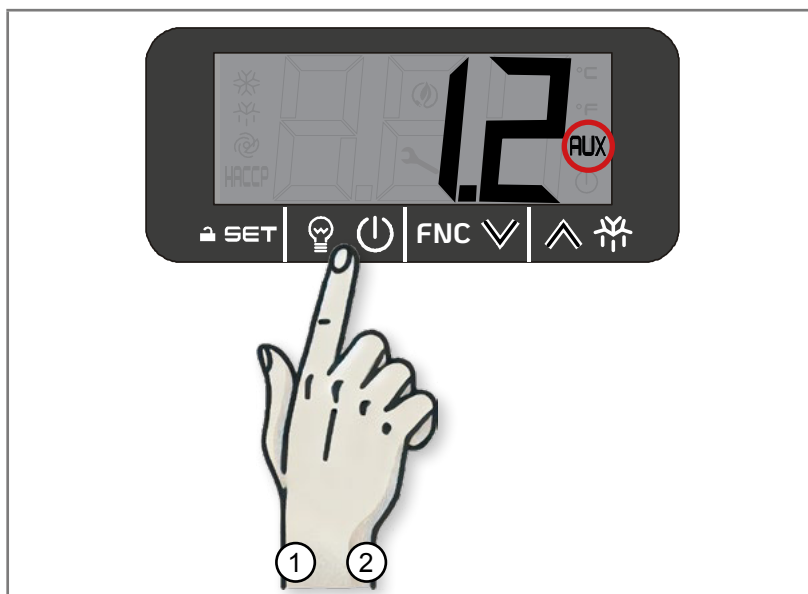

Abb. 5.15 - Taste für Zellenbeleuchtung
1. Berühren Sie die Taste CELL LIGHT (1 – Abb. 5.15): Auf dem Display wird das AUX-Symbol angezeigt.
2. Berühren Sie die Taste CELL LIGHT (2 – Abb. 5.15): Auf dem Display wird das AUX-Symbol nicht angezeigt.